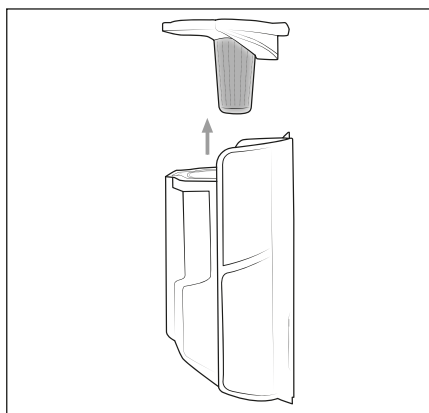

Fig. 16
- 3) Retire o filtro de aço inoxidável **6** do reservatório de pó **7**, agarrando pela abertura do filtro de aço inoxidável **6** e puxando-o para fora do reservatório de pó **7** (ver fig. 16).